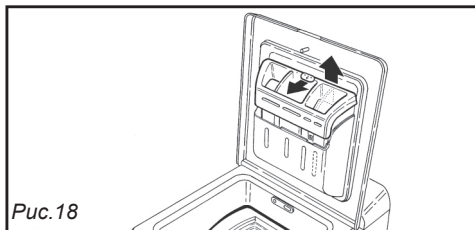

Рис.18
- Нажмите на кнопку и **выдвиньте контейнер вперед** (Рис. 18).